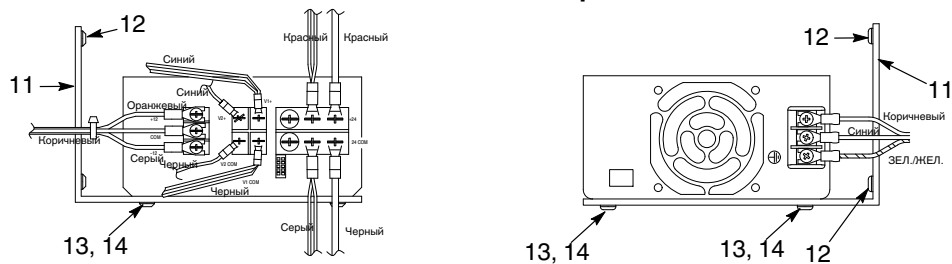

Рис. 2 Субпанель с новым блоком питания главного шкафа iControl
См. рис. 2. При установке нового блока питания и новых жгутов проводов воспользоваться комплектом блока питания iControl.
1. Смонтировать новый кронштейн на (11) субпанели, воспользовавшись винтами М4 х 12 (12), вывернутыми при снятии блока питания.
2. Присоединить новый жгут проводов переменного тока (8) к входным клеммам переменного тока (6), к клеммной колодке (9) и шпильке заземления (7). Руководствоваться расцветкой проводов, указанной на рис. 2.
3. Присоединить жгут проводов постоянного тока (4) к клеммам блока питания (5В и 5С), а также к колодке разъема Р1 (2) на задней панели (1).
4. Присоединить разъемы цифровых модулей подачи (3) к клеммам блока питания (5А и 5В).
5. Смонтировать новый блок питания (10) на кронштейне (11) наклейкой вверх и клеммами жгута проводов переменного тока (6) вправо.
6. Используя винты М4 х 6 (12) и шайбы (13), закрепить блок питания (10) на кронштейне (11).